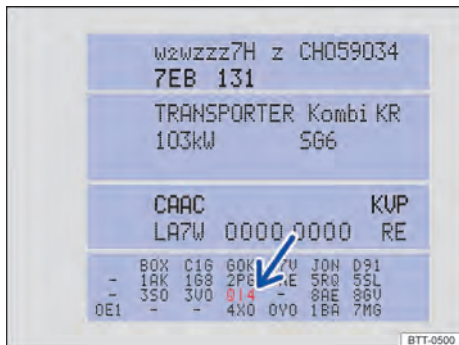

Fig. 164 Etiqueta de dados do veículo com número PR do respectivo serviço (Representação esquemática).
- No número PR da etiqueta de dados do veículo → Fig. 164 (seta) → Página 318.